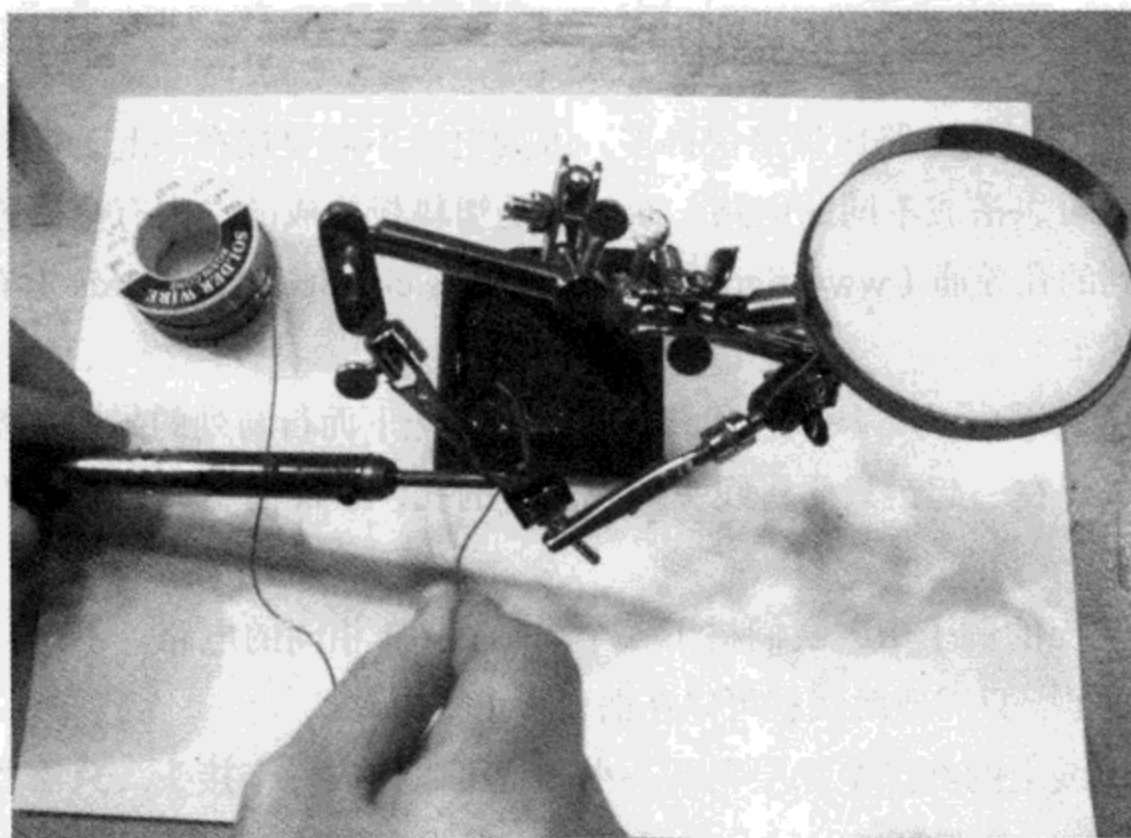
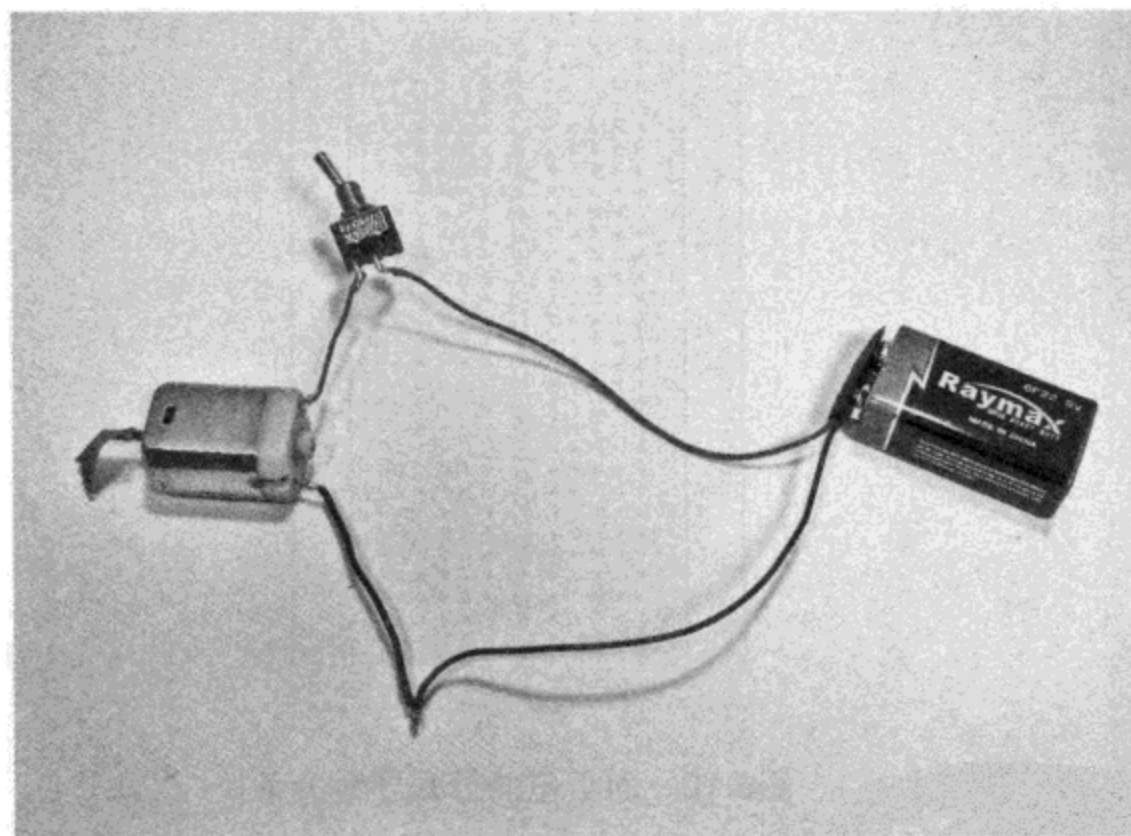

图6.17 焊接开关
图6.18 焊完的电路
- (1) 将电烙铁插在烙铁架上。
(2) 用酒精和硬毛刷清理一下电机与开关的接线端。不一定非要这么做，不过这样焊接起来会更容易，焊接效果也会更好。
(3) 电机的红线接在开关的一个引脚上。用钳子轻轻压一下，电线就不会晃了。关断开关。
(4) 用焊接辅助夹夹住开关，这样就不用手扶了。
(5) 用电烙铁粘一点焊料。如果电烙铁的温度合适，焊料会迅速熔化，粘在烙铁头上。这个操作过程叫镀锡，这样焊起来就容易多了。
(6) 把烙铁头放在电机与开关的接头一侧。几秒后，电机接线头与开关的管脚都会发热。
(7) 用烙铁头去碰电机与开关接线头的另一侧，如图6.17所示。如果用电烙铁直接在接触焊料，则焊点强度不大。最好是先预热要连接的零件，用零件去加热焊料。如果操作正确，会在电机与开关接线头处看到一个发亮的锡珠。锡珠不好看也没关系。
(8) 对电池扣上红线的操作方法也相同。不过现在还不能接电池。操作时，用焊接辅助夹保持接线头不动。一手拿焊锡，一手拿电烙铁。焊接时，最好用焊接辅助夹或其他工具把要焊接的东西固定（胶带、夹子、扎线带等均可）。
(9) 将电池的黑线焊到电机的黑线上。用钳子把两个接线头拧在一起，用焊接辅助夹夹住，这样焊接时电线就不会动了。焊好的电路应当如图6.18所示。